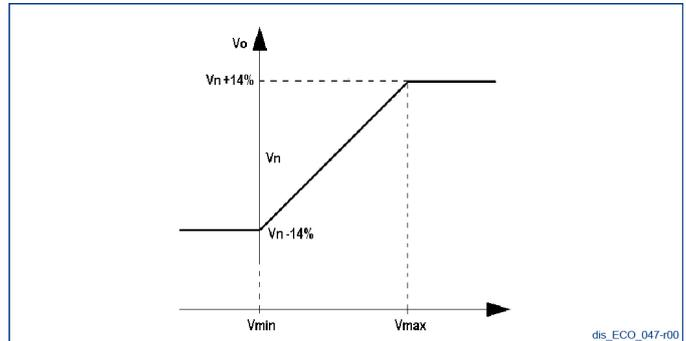

Figure 2 : avec saturation de la tension de sortie lorsque les limites de la tension d'entrée sont atteintes.
- Conserver la valeur de tension minimum (ou maximum) atteignable, Fig. 2.